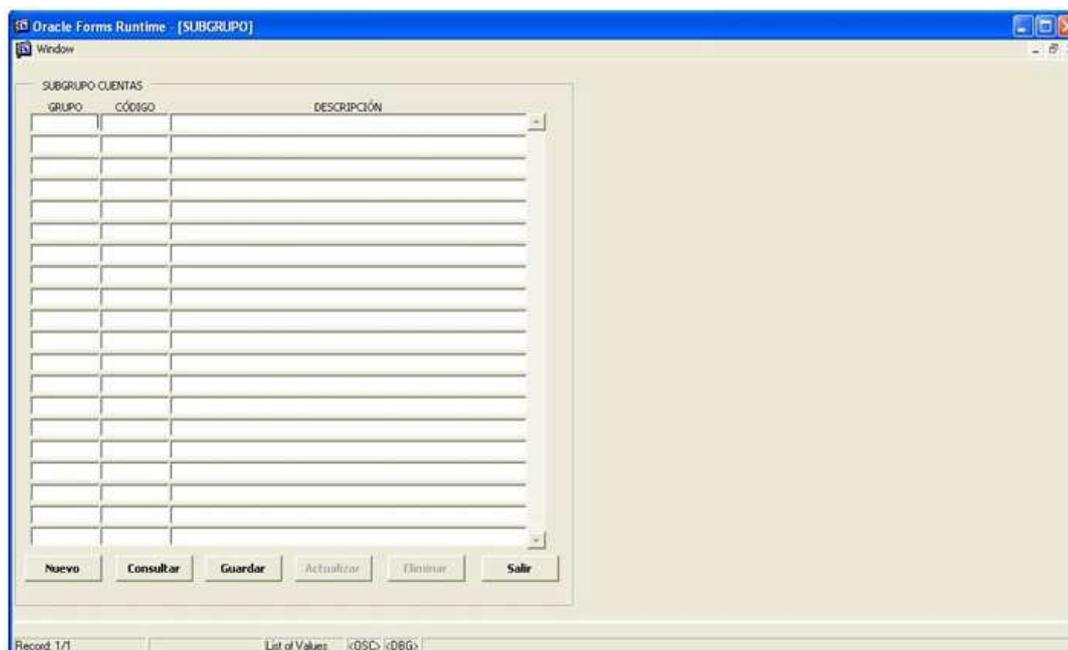

Figura 5-25. Pantalla Subgrupo
2. Dé clic en la opción <Subgrupo> y le aparecerá la siguiente pantalla: (Véase figura 5-25).